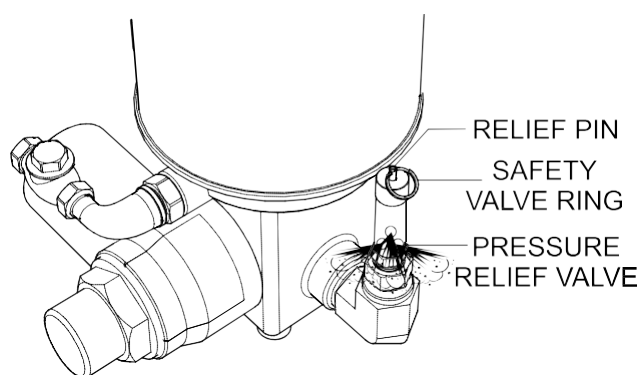

Рисунок 37. Сброс давления
3. Затем потяните кольцо предохранительного клапана компрессора (Рисунок 37) и убедитесь, что давление воздуха сбрасывается через клапан.